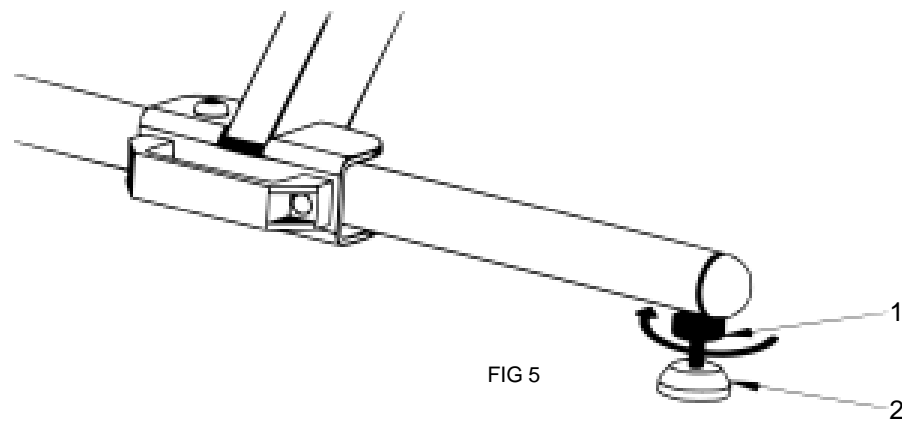

FIG 5
(FIG 5) - Para efetuar o ajuste de altura deve-se girar a contraporca (item1) no sentido indicado pela seta, livrando o aperto do PÉ NIVELADOR (item 2), então deve-se girar o PÉ NIVELADOR ajustando a altura do rolo. Ao final girar a contra- porca no sentido contrario da seta pra efetuar o aperto evitando que o ajuste seja perdido durante o uso. OBS: Deve ser feito o ajuste nos 2 pés deixando ambos nivelados.